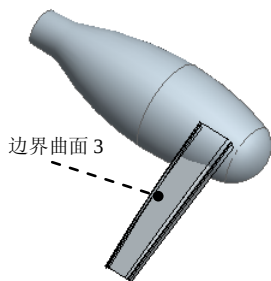
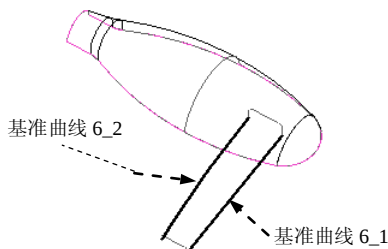

图 6.7.38 创建边界曲面 3
图 6.7.39 选择第一方向曲线
Step20. 创建图 6.7.38 所示的边界曲面 3。
(1) 选择下拉菜单 **插入(I)** → **边界混合(B)...** 命令。
(2) 定义边界曲线。
① 选择第一方向曲线。按住 **Ctrl** 键，依次选择基准曲线 6_1 和基准曲线 6_2 (图 6.7.39) 为第一方向边界曲线。